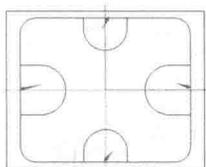
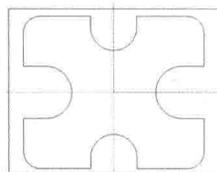

图 1-20 分割物体捕捉位
图 1-21 分割修剪结果
10) 使用“分割物体”功能修剪 4 个开口。单击工具栏中的“修剪/打断/延升”按钮，激活动态工具条中的“分割物体”选项。“分割物体”选项操作方法：单击不被保留的部分。如图 1-20 所示，捕捉不被保留的 4 段开口部分，修剪后的结果如图 1-21 所示。